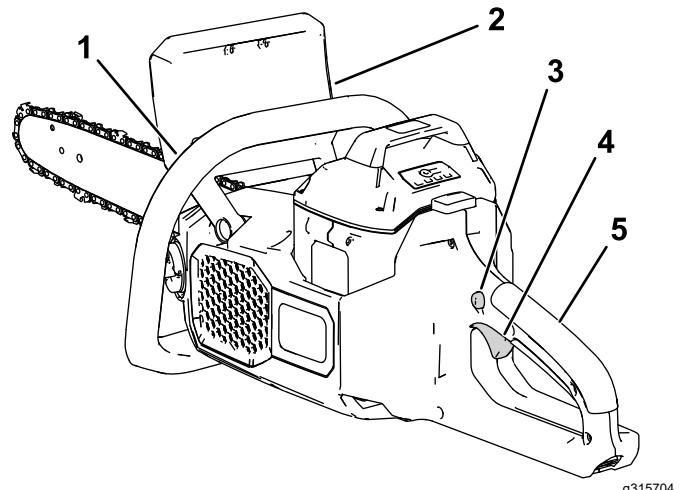

Figura 9
7. Afferrando con la mano sinistra l'impugnatura anteriore e con la mano destra quella posteriore, premete il blocco della leva di azionamento, quindi la leva (Figura 9)